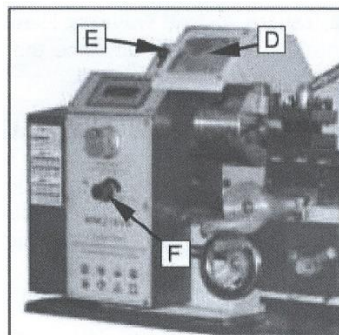

Рис. 9
1. Переключатель аварийной кнопки ВКЛ./ВЫКЛ. (D, рис. 9)
2. Переключатель режима (E, рис. 9)
3. Переключатель регулирования частоты оборотов (F, рис. 9)